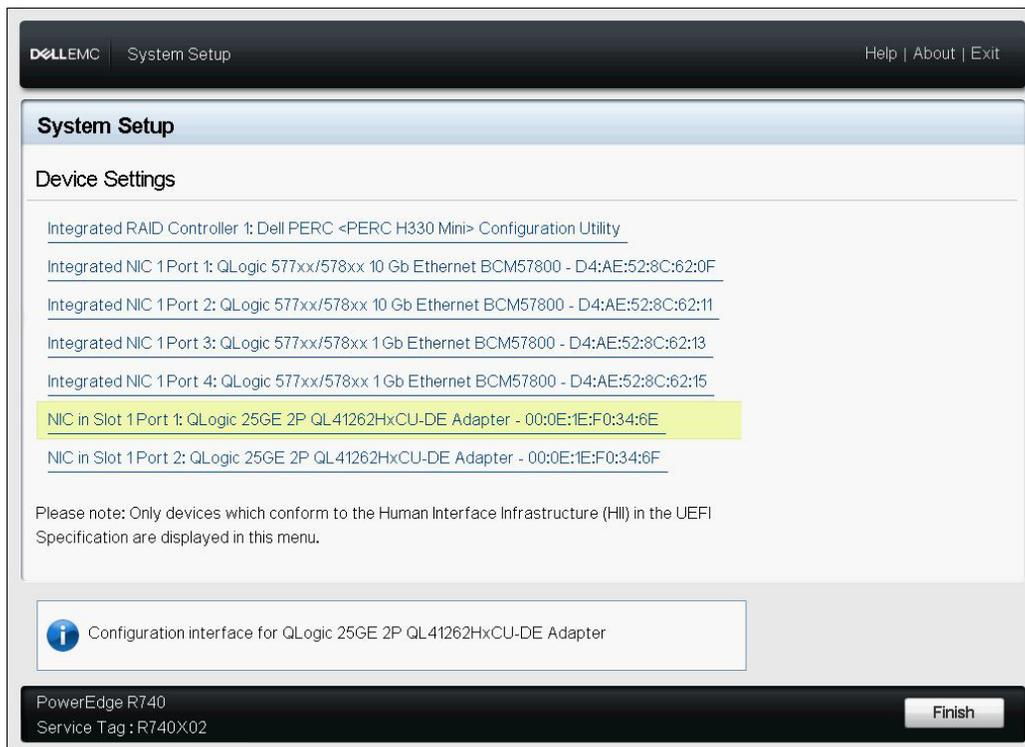

Abbildung 10-2. Systemeinrichtung: Geräteeinstellungen, Port-Auswahl
3. Wählen Sie auf der Seite „Device Settings“ (Geräteeinstellungen) das QLogic-Gerät (Abbildung 10-2) aus.